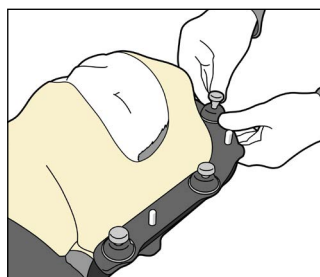

Fig. 12
4. Sätt fast den anteriora masken genom att pressa ned alla 6 stiften; ett klickljud ska höras vilket anger att den anteriora masken är fastsatt. (Fig. 12)
4. Sätt fast den anteriora masken genom att pressa ned alla 6 stiften; ett klickljud ska höras vilket anger att den anteriora masken är fastsatt. (Fig. 12 i DEL C)